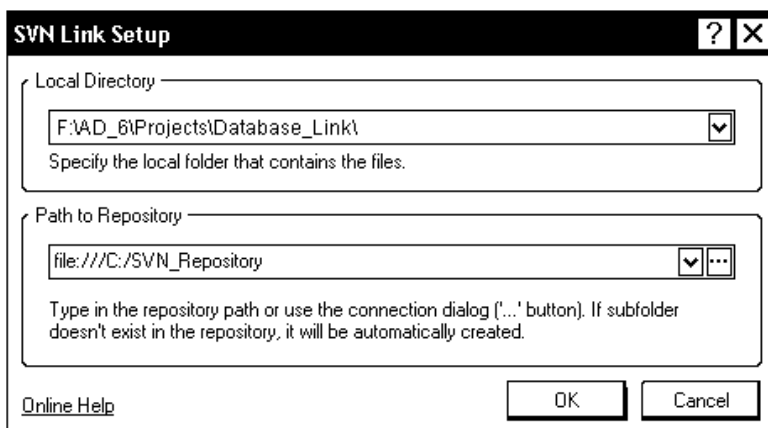

Рис. 12.4. Настройка связи документов проекта с депозиторием системы контроля версий
5. Открывается диалоговое окно **SVN Link Setup** (рис. 12.4).